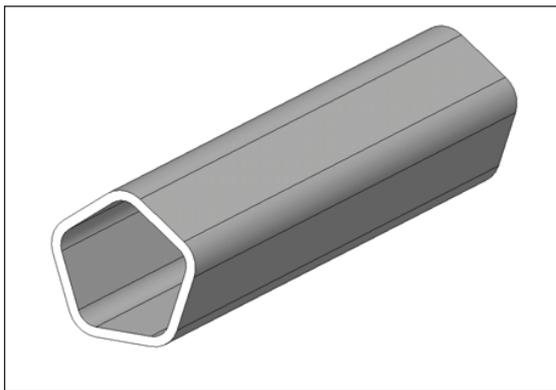

Abb. 5-16: Sauerstoffsensor-Ausbauwerkzeug
- Sauerstoffsensor-Ausbauwerkzeug (siehe Abb. 5-16 auf S. 52)
Um den Sauerstoffsensor auszubauen und zu ersetzen, benötigen Sie das im Lieferumfang enthaltene Sensor-Ausbauwerkzeug (siehe Abb. 5-16 auf S. 52).
3. Schrauben Sie den Sauerstoffsensor mit dem Sensor-Ausbauwerkzeug (siehe Abb. 5-16 auf S. 52) heraus, drehen Sie den Sauerstoffsensor dazu entgegen dem Uhrzeigersinn. Da der Sauerstoffsensor Blei enthält, ist er entsprechend den örtlichen Vorschriften zu entsorgen.